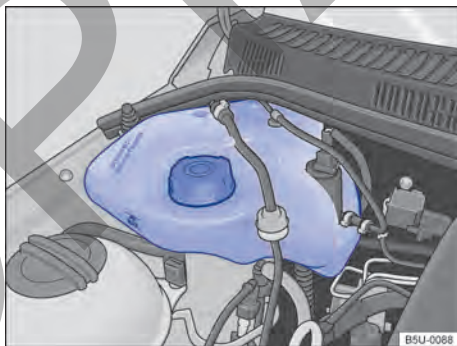

Fig. 198 En el compartimento del motor: depósito de gasolina para el sistema de arranque en frío.
El depósito de gasolina del sistema de arranque en frío se encuentra en el compartimento del motor, del lado derecho → fig. 198.
- Nunca sobrepasar la marca “MÁX” indicada en el depósito → fig. 198.